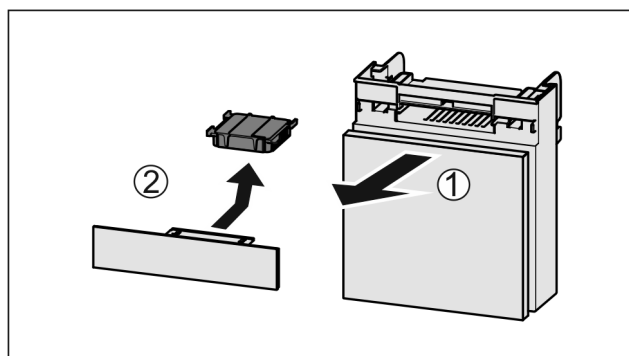

Fig. 98
- ▶ Vedä lokero etukautta pois Fig. 98 (1).
- ▶ Poista aktiivihiiisuodatin Fig. 98 (2).